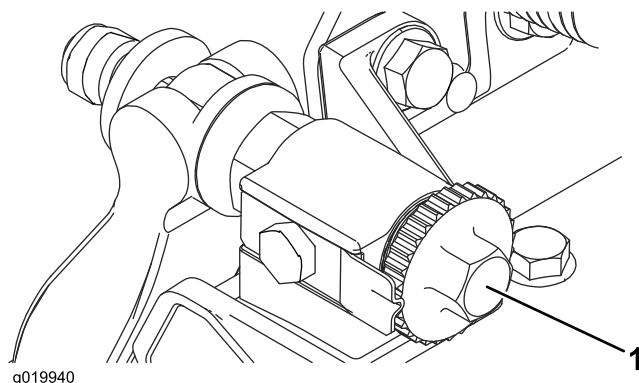

Figure 17
- Placez le plateau de coupe sur une surface de travail plane et horizontale. Tournez les vis de réglage de la barre d'appui dans le sens antihoraire pour vérifier qu'elle ne touche pas le cylindre (Figure 17).